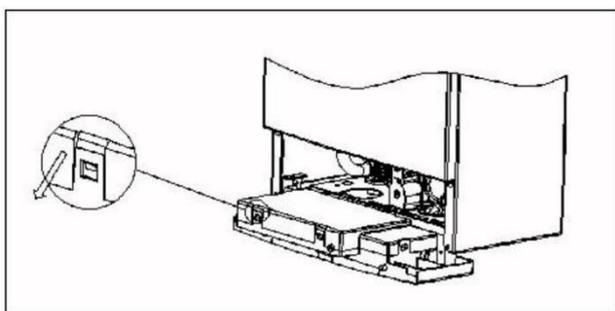

Рис. 18
- > освободите защелки с четырех сторон (рис. 18)